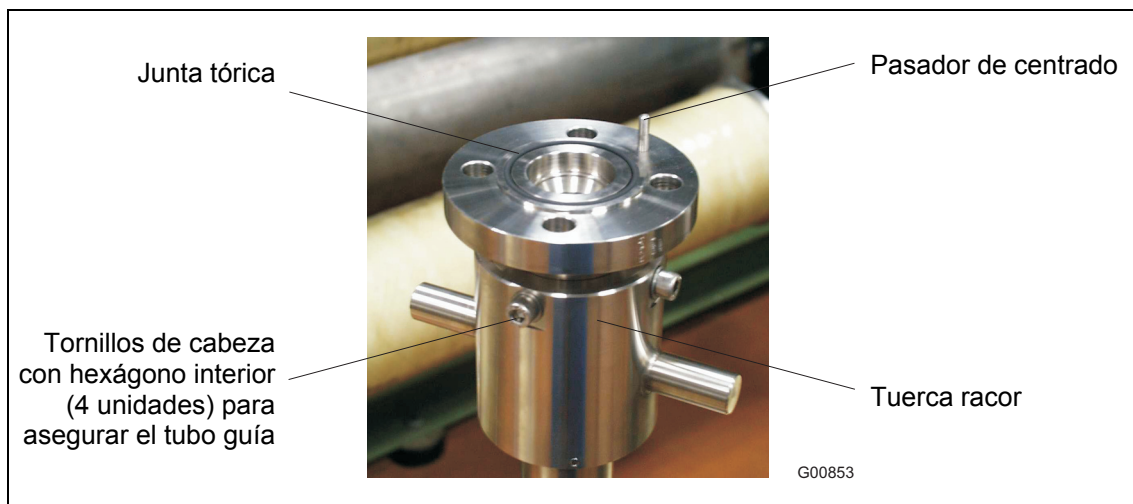

Fig. 10
- Inserte la junta tórica (55 mm x 3 mm [2,16 x 0,12 inch]) en la ranura prevista (Fig. 10). La junta tórica y los tornillos se incluyen en el volumen de suministro.